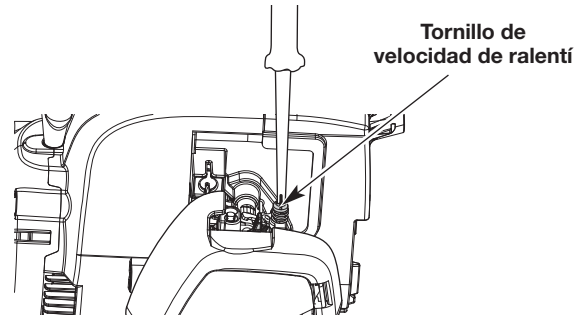

Fig. 18
- Si el motor se para, aumente la velocidad de ralentí. Use un destornillador Phillips pequeño para girar el tornillo de velocidad de ralentí en el sentido de las agujas del reloj, 1/8 de giro cada vez hasta que el motor funcione al ralentí de manera uniforme (Fig. 18).
- Si el cabezal de corte gira cuando el motor funciona al ralentí, reduzca la velocidad de ralentí. Gire el tornillo de velocidad de ralentí en el sentido contrario de las agujas del reloj, 1/8 de giro cada vez, hasta que se detenga el cabezal de corte (Fig. 18).